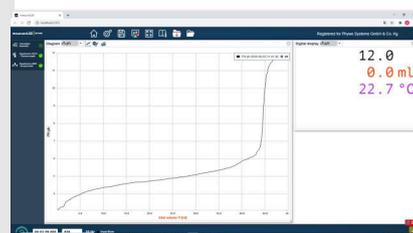

Рис. 4: Кривая титрования
- Пример титрования 0,1 М кислотой представлен на (рис. 4).